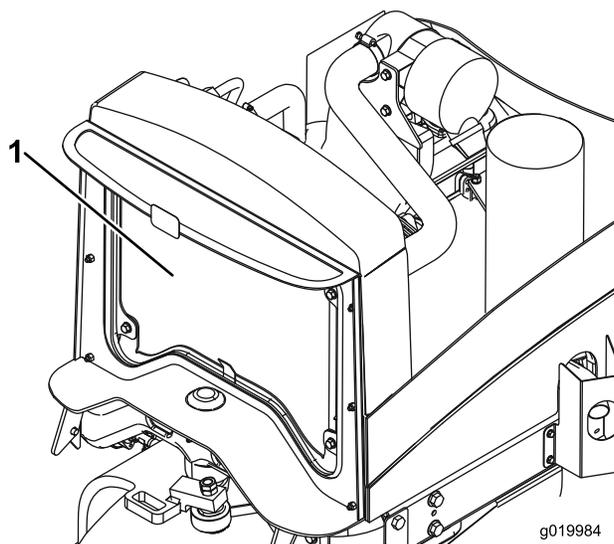

Figure 52
2. Nettoyez soigneusement les deux côtés du radiateur/refroidisseur d'huile avec de l'eau ou de l'air comprimé (Figure 52).